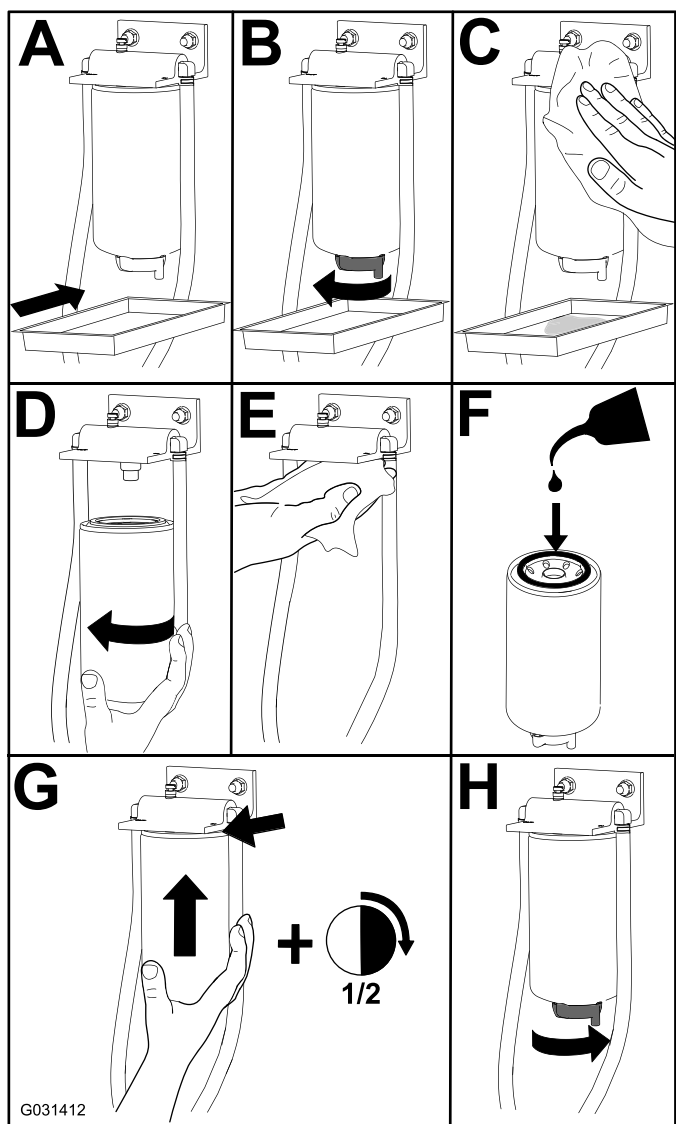

Figura 67
1. Sostituire il filtro come illustrato nella Figura 67.